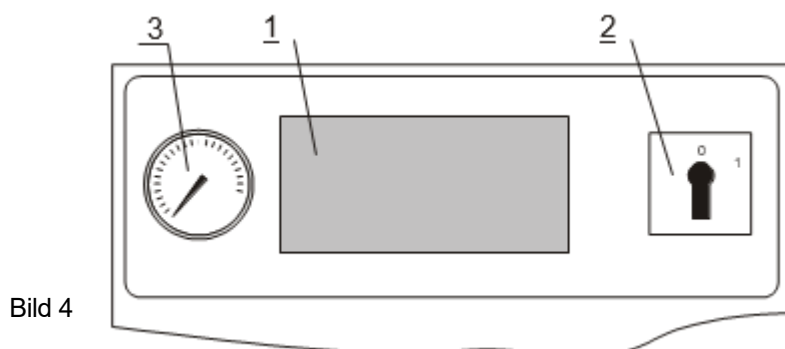

Bild 4
Das Funktionsschema der Kompressoranlage ist in Bild 1 dargestellt. Elektrische Schaltplan ist in Bild 4 dargestellt.
- 13 - Steuerpult (s. Bild 1). Auf der Vorderfläche des Steuerpults sind folgende Steuerelemente, Kontrollmesseinrichtungen und Signalgeräte installiert (Bild 4):